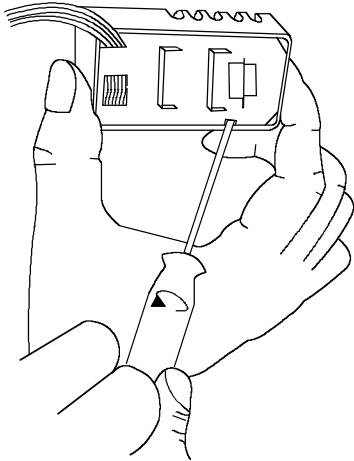

рис.1
2. Откройте крышку датчика с помощью отвертки (см. рис.1 и 2).